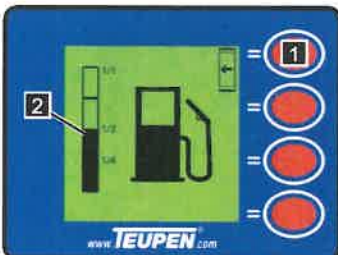

Abb. 79
Der Kraftstofffüllstand wird an der Säule (Abb.79/2) angezeigt.
1. Mit der [Funktionstaste] (Abb.79/1) zurück in das „Hauptmenü“ springen.